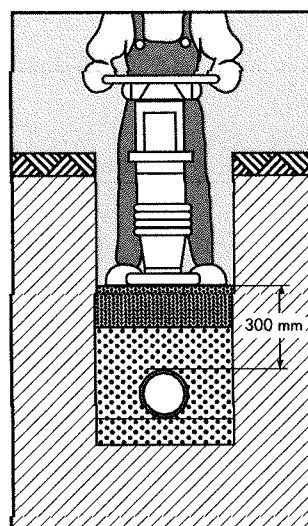

Fig. 15 - Riempimento con materiale in strati di 200 mm.
- il materiale di risulta per il restante reinterro può essere utilizzato compattato in strati di spessore non maggiore di 250 mm, purché non compattati direttamente sopra il tubo fino al raggiungimento di 300 mm di altezza dalla generatrice superiore del tubo (fig. 15);